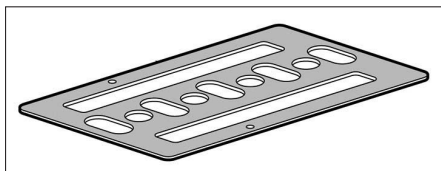

FIG. 70
- Poser les coussinets de tourillon avec le gabarit PSA 0194.Q (Fig. 70 sur le carter des chapeaux de paliers.